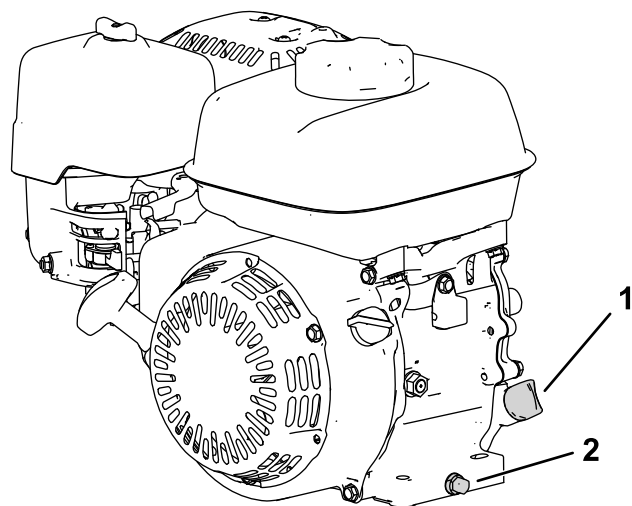

Рисунок 29
2. Установите машину так, чтобы двигатель располагался горизонтально, и очистите область вокруг маслозаливной горловины (Рисунок 29).
3. Снимите пробку сливного отверстия, шайбу и измерительный щуп (Рисунок 29).